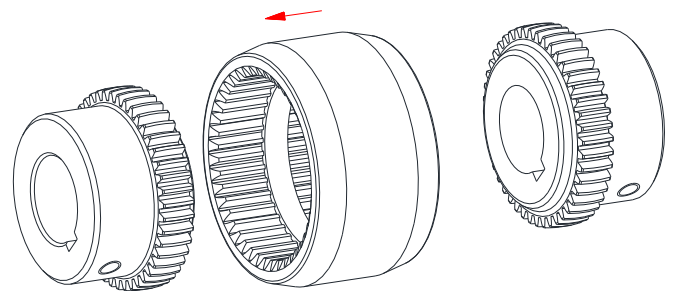

Bild 13: Montage der Hülse
- Setzen Sie die Hülse auf die Verzahnung der an- oder abtriebsseitigen Naben (siehe Bild 13).